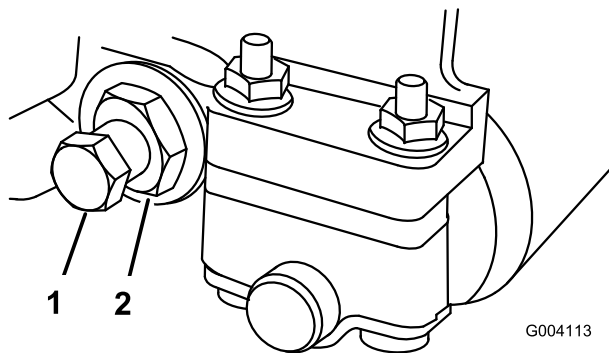

図 57
2. スプリング・テンション・ナットをゆるめて、ワッシャがベッドバーを全く押さないようにする (図 57)。
3. ベッドバー・ボルト (図 57) を固定しているジャムナット (機体両側) をゆるめる。